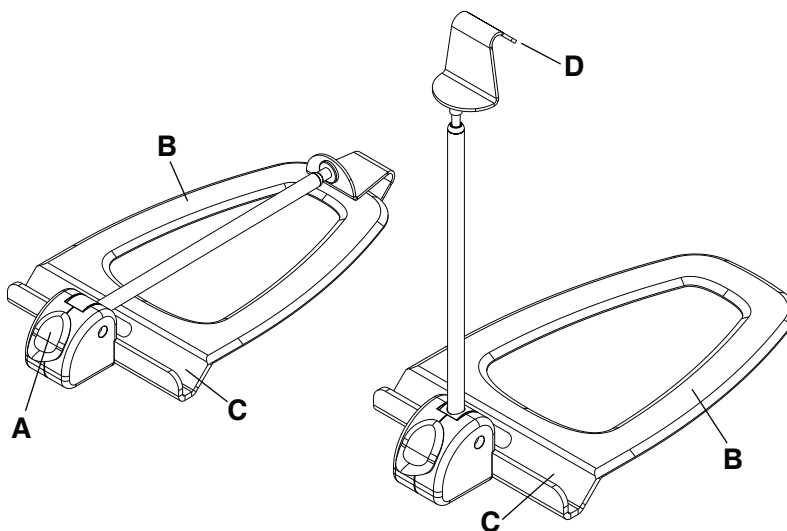

Рисунок 29 – Латеральный держатель рентгеновской кассеты
2. Нажмите вниз на желтую кнопку освобождения (A), чтобы открыть держатель латеральной кассеты (Рисунок 29).
3. Вставьте плоское основание (B) между матрацем и опорой для пациента.
5. Установите рентгеновскую кассету в канал для кассеты (C).
6. Потяните вверх за крючок кассеты (D), чтобы отрегулировать высоту кронштейна так, чтобы он вплотную примыкал к кассете и удерживал ее на месте.